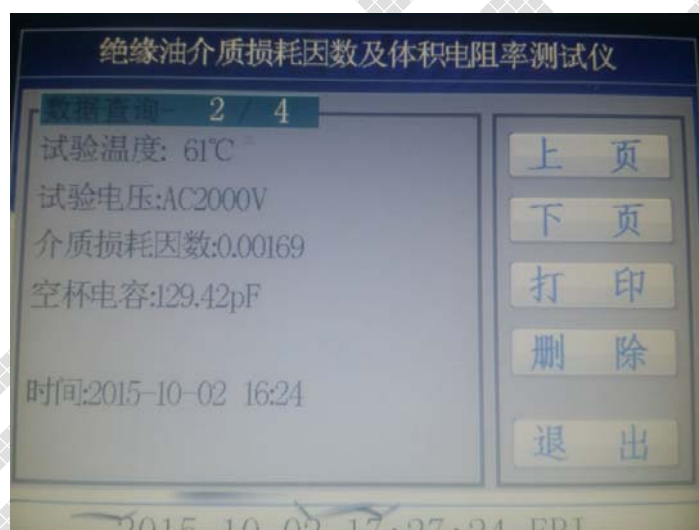

图 8
7、点击图 3 中的数据查询, 进入图 8 界面, 点击上页和下页进行翻阅, 也可以点击打印, 对数据进行打印; 还可以点击删除键对数据进行删除, 按退出键退回到主界面。